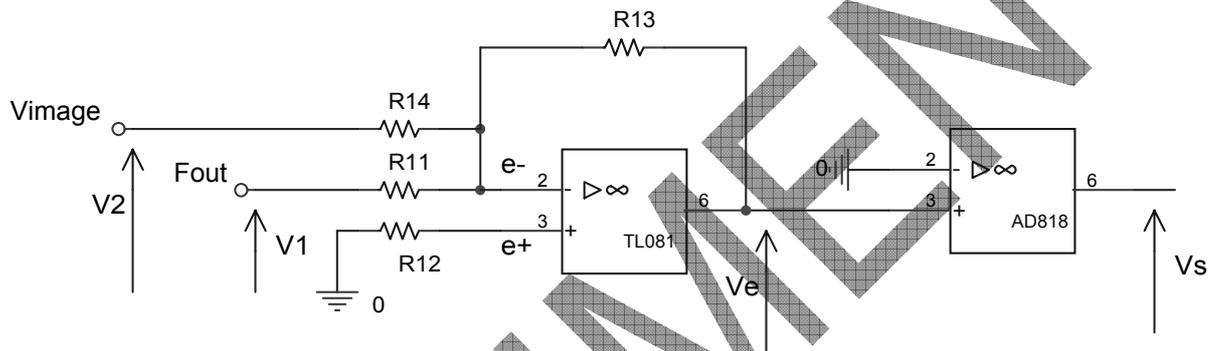

fig.9
Pour simuler un tel signal, il est proposé le schéma ci-dessous figure 9.
- 7.3.2.1 Réaliser le schéma de la figure 9.